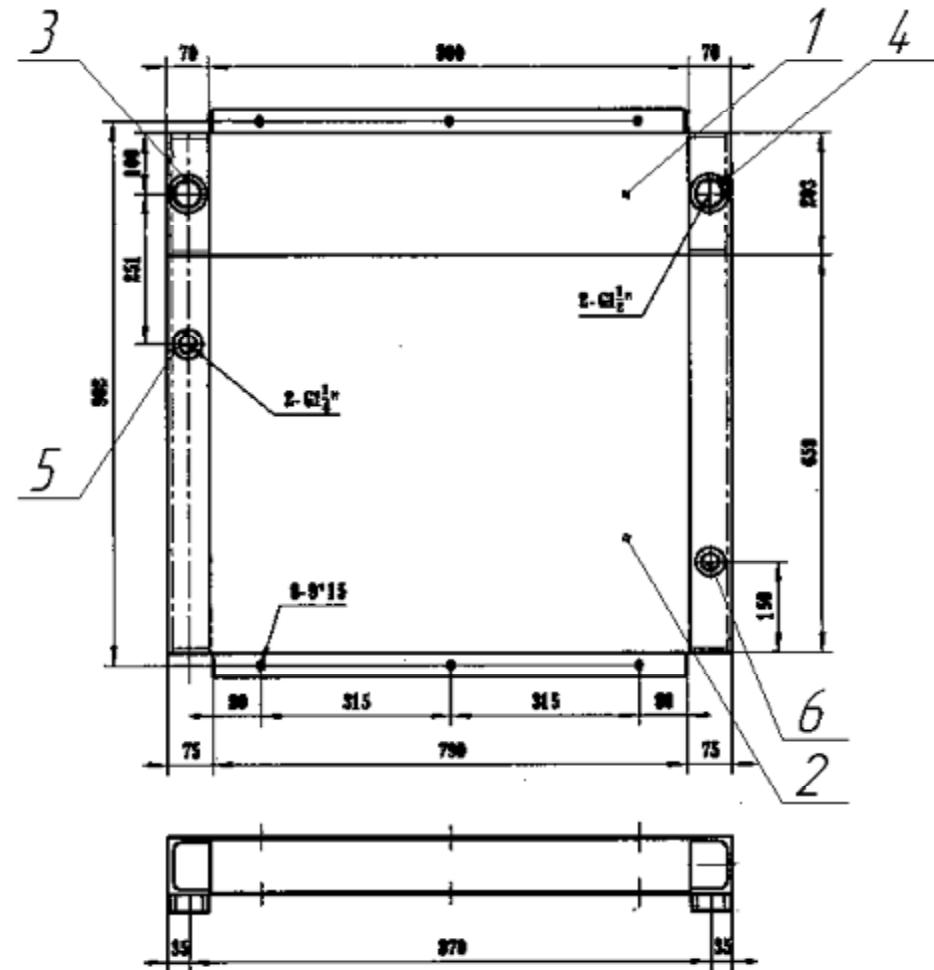

Рисунок 6. Охладитель.
4.1.4 Охладитель (рис. 6) – из алюминиевого сплава, пластинчатого типа, двухсекционный, служит для охлаждения воздуха и масла.